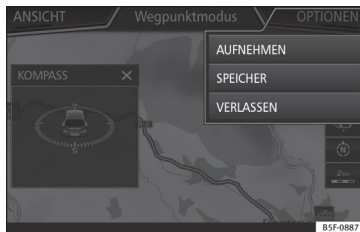

Abb. 226 Start Menü Offroad Navigation
- Es öffnet sich das Navigationsmenü Offroad »» **Abb. 226**.